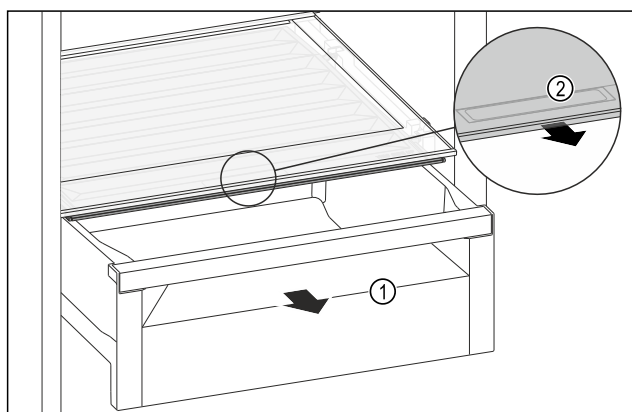

Fig. 65
- Zásuvku Fig. 65 (1) vytáhněte.
- Uchopte prohlubeň pro rukojeť Fig. 65 (2) na víku zásuvky a současně zatáhněte za víko zásuvky směrem dopředu.